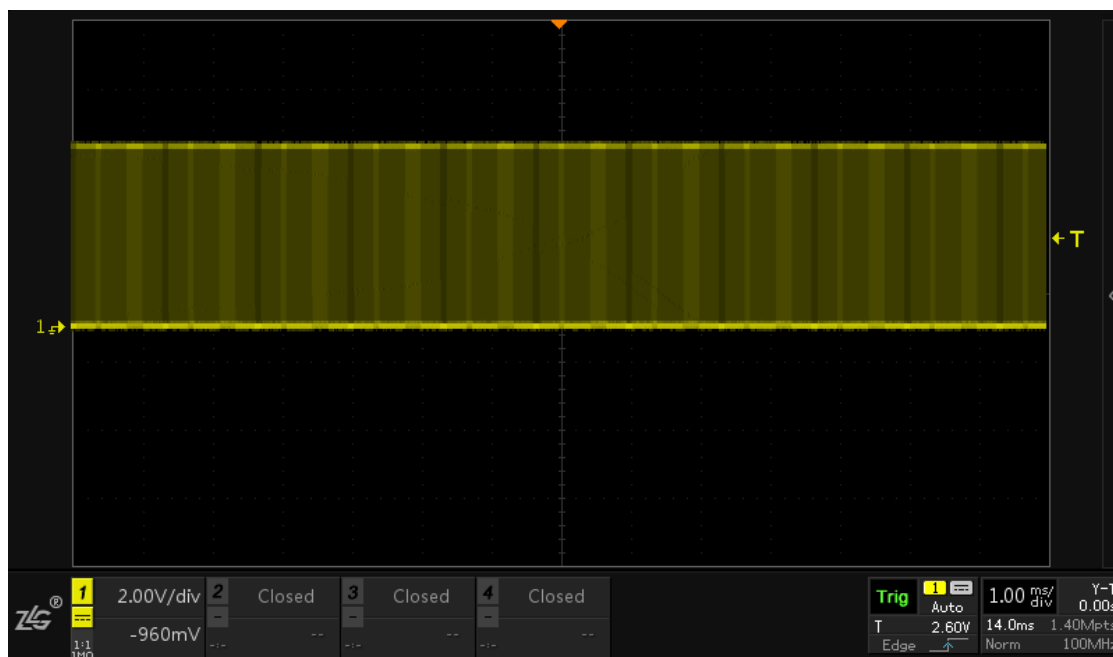

图 10.17 波形不稳定显示
- 将频率为 100KHz，调制频率为 100Hz 的信号输入示波器中，点击【Auto Setup】一键捕获，可以看到如图 10.17 所示的波形，由于信号中存在多个上升沿，波形在上升沿的触发下将会识别多个上升沿的位置导致触发位置不统一，波形显示不稳定。